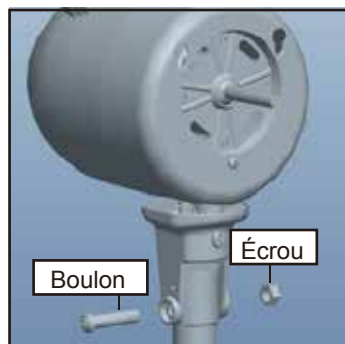

Figure 7.
2. Placez le **Moteur** sur le haut du **Tube télescopique**. Et fixez-le en vissant le **Boulon du moteur** avec l'**Écrou** fermement. **Figure 7.**